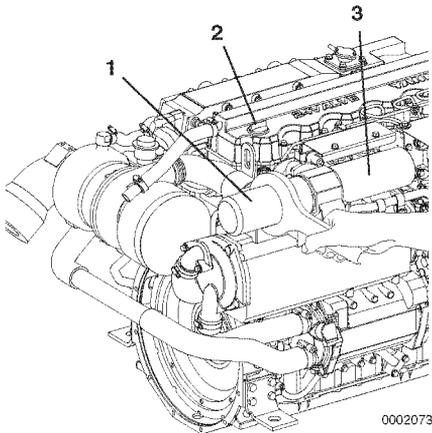

Abbildung 1
Zum Erleichtern des Ablassens Motorölstutzen-Deckel (**Abbildung 1, (2)**) (gelb) an der Oberseite des Kippschalendeckels entfernen.
2. Motorölfilter (**Abbildung 1, (1)**) mit einem Filterschlüssel entfernen. (Entgegen dem Uhrzeigersinn drehen.)